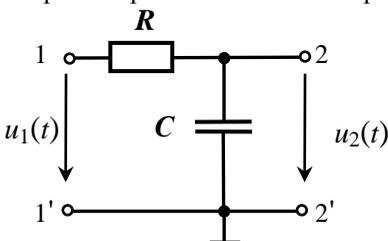

Рис. 4.7
3.1. Для наблюдения осциллограммы напряжения на конденсаторе использовать схему рис. 4.7. Установить емкость конденсатора  $C = 8000$  пФ,  $R = 24$  кОм. Зарисовать осциллограмму напряжения на конденсаторе. Определить постоянную времени цепи. Сопоставить полученные результаты с расчетными.